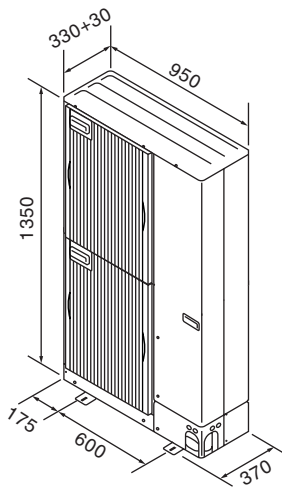

Fig. 3-1
3.3. Dimensioni (Sezione esterna) (Fig. 3-1)